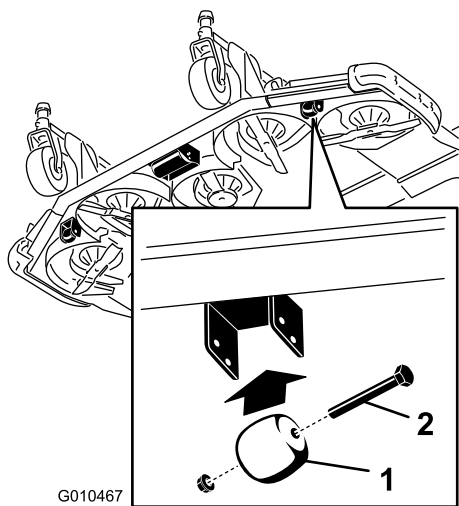

Bild 30
- Nehmen Sie die Schraube und die Mutter ab, mit denen die Rollenwelle an der Mähwerkhalterung befestigt ist (Bild 30).
1. Entfernen Sie die Schraube und Mutter, mit denen das Abstandsrad an den Mähwerkhalterungen befestigt ist (Bild 30).